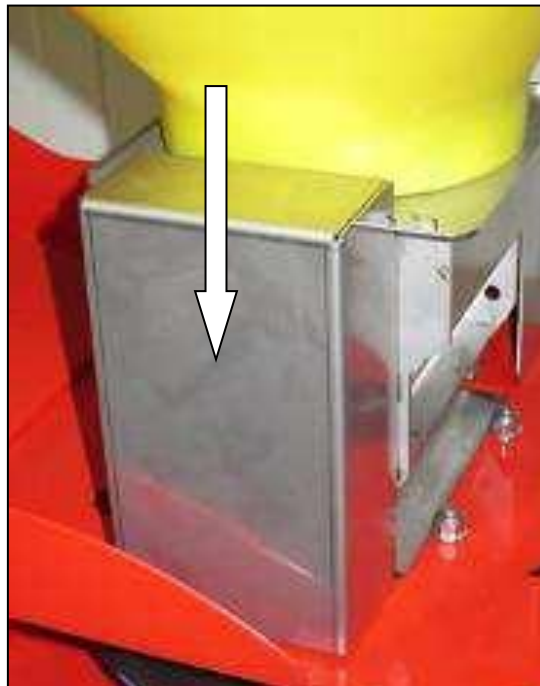

Abb.: 90
- Abdeckhaube für Antriebsrollen montieren (Abb.: 90)